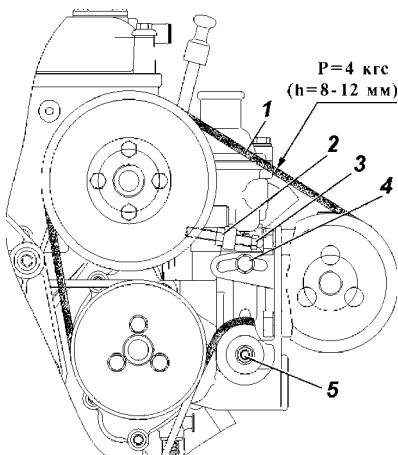

Рис. 9.33. Ремень привода
- ослабьте болт 4 (рис. 9.33) и контргайку 2;